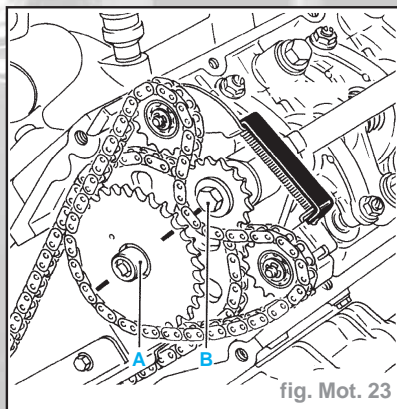

fig. Mot. 23
- Placer l'outil Mot. 1209 sur le tendeur de la chaîne du système d'équilibrage (fig. Mot. 23).